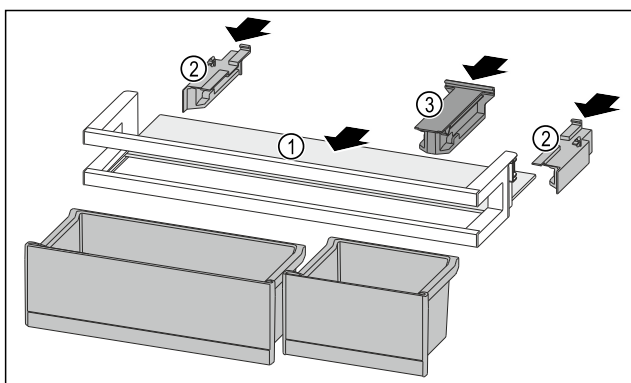

Fig. 225
- ▶ Odkládací plochu Fig. 225 (1) zasuněte do bočních vybrání.
- ▶ Boční díly Fig. 225 (2) vložte.
- ▶ Držák Fig. 225 (3) vložte.